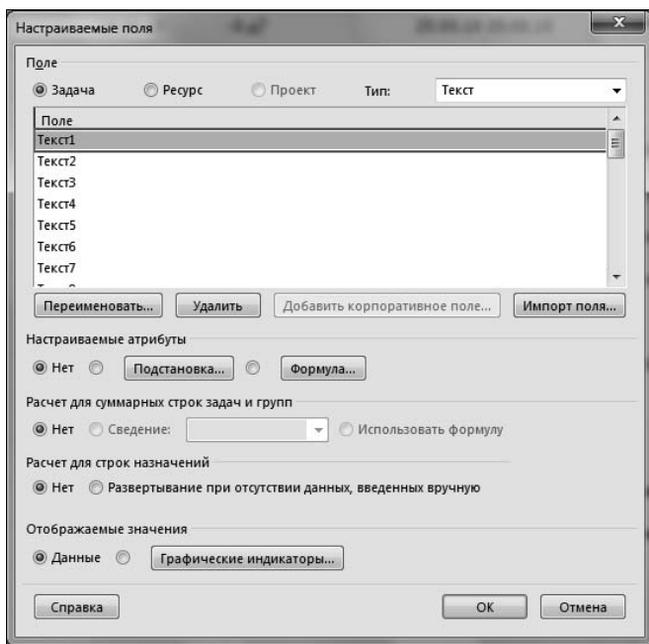

Рис. 7.2.5. Окно управления настраиваемыми полями проекта
2. Выбрать вкладку ленты меню **Проект**. В области **Свойства** щелкнуть по кнопке **Настраиваемые поля**. Открываемое при этом окно показано на рис. 7.2.5.
3. В показанном на рис. 7.2.5 окне в раскрывающемся списке **Тип** выбран по умолчанию тип поля **Текст**. Поэтому в списке **Поле** сформированы названия полей **Текст1**, **Текст2** и т. д. Если в списке **Тип** выбрать другой тип поля, доступны будут настраиваемые поля других типов.
7. После выполнения описанных действий в показанном на рис. 7.2.5 окне название поля **Текст1** будет отображаться как **Помещение (Текст1)**. После нажатия кнопки **ОК** в других списках полей базы данных Project поле **Текст1** начнет отображаться так же.
Следует учитывать, что возможности Project позволяют импортировать пользовательские поля из файла стандартных настроек Global.mpt или из любого открытого файла проекта. Для этой цели можно использовать кнопку **Импорт поля** (см. показанное на рис. 7.2.5 окно).